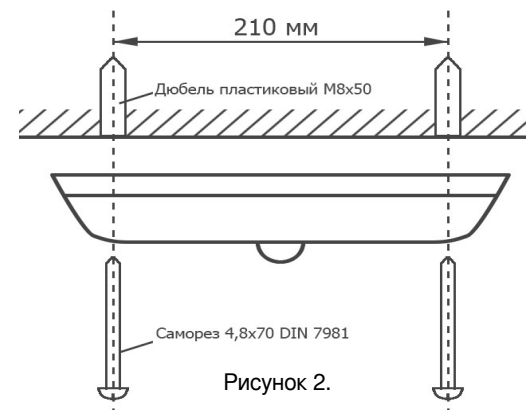

Рисунок 2.
- 9.1. Светильник устанавливается на плоскую поверхность при помощи саморезов DIN 7981 4.8x70 и дюбелей М8х50. См. рисунок 2.